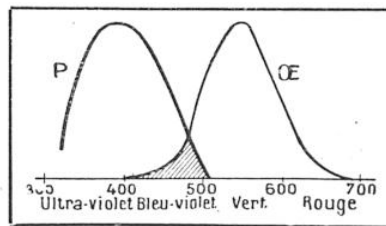

FIG. 1. — L'ŒIL N'EST PAS SENSIBLE AUX MÊMES RADIATIONS LUMINEUSES QUE LES PLAQUES PHOTOGRAPHIQUES ORDINAIRES
extrêmes, rouge et violette, nous permettra de conclure que les radiations susceptibles d'impressionner l'œil ont une longueur d'onde comprise entre 400  $m\mu$  (1) et 750  $m\mu$ . Si, maintenant, au lieu d'observer à l'œil nu, on remplace l'écran par une plaque photographique ordinaire, le développement ultérieur de cette plaque nous montrera qu'elle a été impressionnée sur une zone embrassant une partie seulement du spectre visible et s'étendant, au contraire, à l'extérieur de ce spectre, sur une partie obscure située au delà du violet. (Voir fig. 1.)